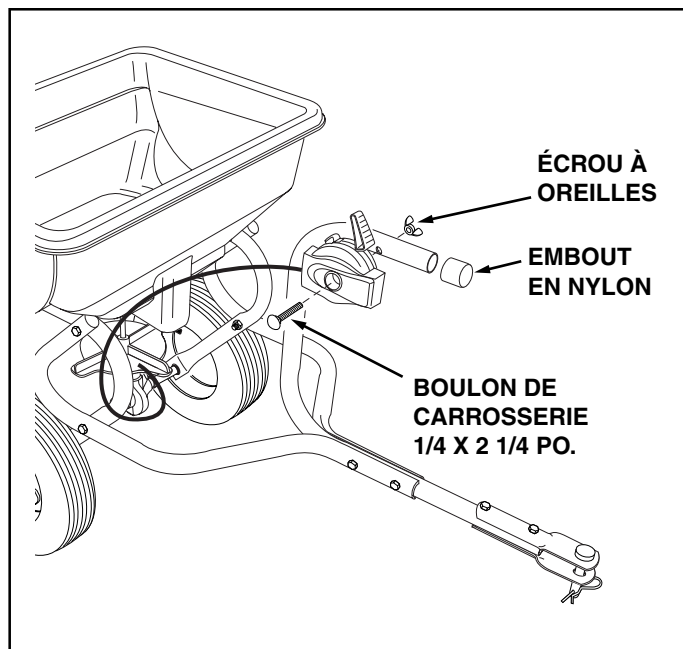

FIGURE 4
6. Montez l'embout en vinyle sur le tube de commande de l'attelage. Voir la Figure 4.
7. Fixez le câble de commande au tube de commande de l'attelage en utilisant le boulon de carrosserie de 1/4 x 2 1/4 po. et l'écrou à oreilles en nylon. Voir la Figure 4.